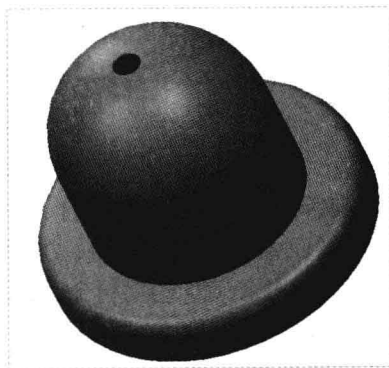

图 7-30 图形文件
Step 01 按【Ctrl+O】组合键，打开图形文件，如图 7-30 所示；在模型树中选择“组 LOCAL_GROUP”选项，在“功能区”选项板的“模型”选项卡中，单击“编辑”面板中的“阵列”按钮 。